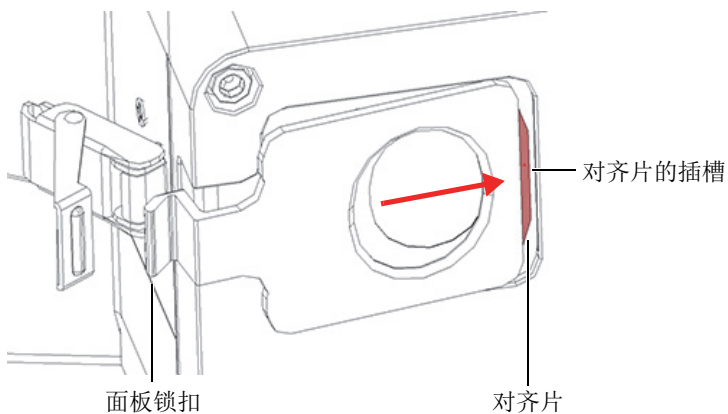

图 4-10 将对齐片插入到对齐片的插槽中
4. 将面板滑入探头的凹陷位置，确保面板的对齐片插入到对齐片的插槽中（参见第62页的图 4-10）。